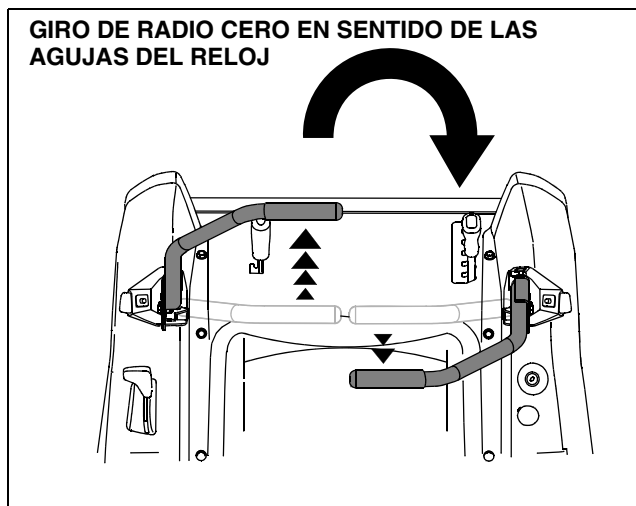

Figura 19
- Para girar en sentido de las agujas del reloj, mueva lentamente la palanca de control del lado izquierdo hacia adelante mientras mueve simultáneamente la palanca de control derecha hacia atrás. Vea Figura 19.